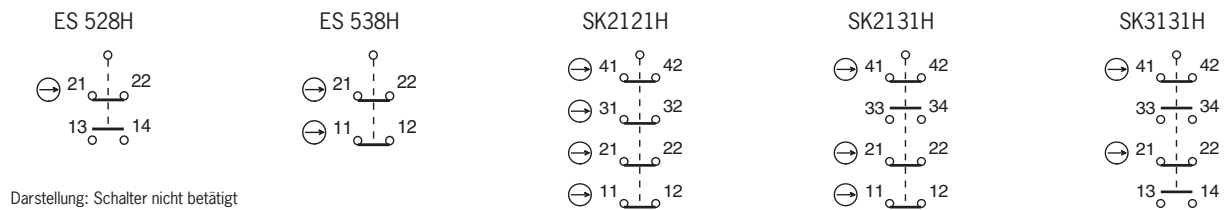

Bild 5: Kontaktbelegung der Schaltelemente
Es muss mindestens ein Kontakt (☞) verwendet werden. Dieser signalisiert die Stellung der Schutz-einrichtung (Kontaktbelegung siehe Bild 5).
3. Anschließen und Klemmen mit 0,5 Nm anziehen (Kontaktbelegung siehe Bild 5).